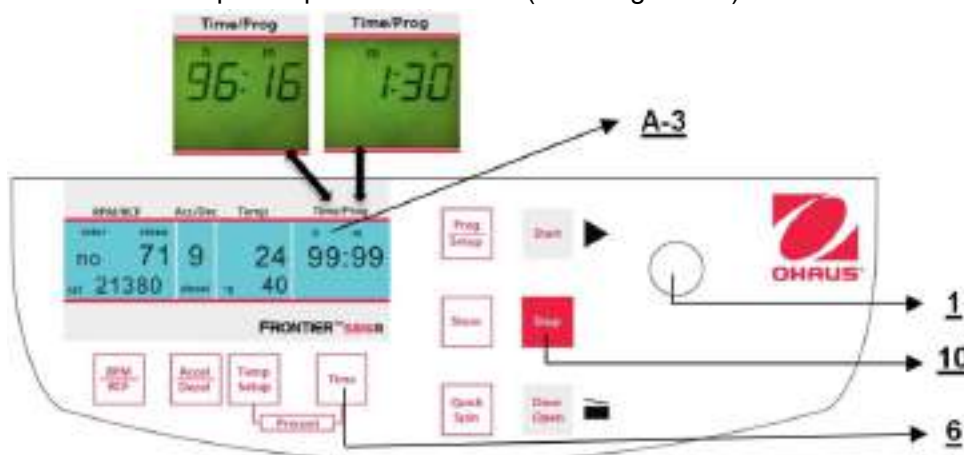

Figura 17
3. La operación continua **"cont"**, que puede interrumpirse con el botón **"Stop"** (10) (vea la Figura 17).
Para establecer el valor deseado, use la perilla de ajuste (1). Después de exceder 59 min. 50 seg., la indicación cambia automáticamente a **"h : m"**. Después de exceder 99 horas 59 min., aparece la palabra **"cont"** en la pantalla **"Time/Prog"** (A-3). Esta operación continua solo puede interrumpirse al presionar el botón **"Stop"** (10). El conteo regresivo del tiempo inicia una vez que se alcanza la velocidad establecida. La pantalla siempre muestra el tiempo de operación restante. (Vea la figura 17.)